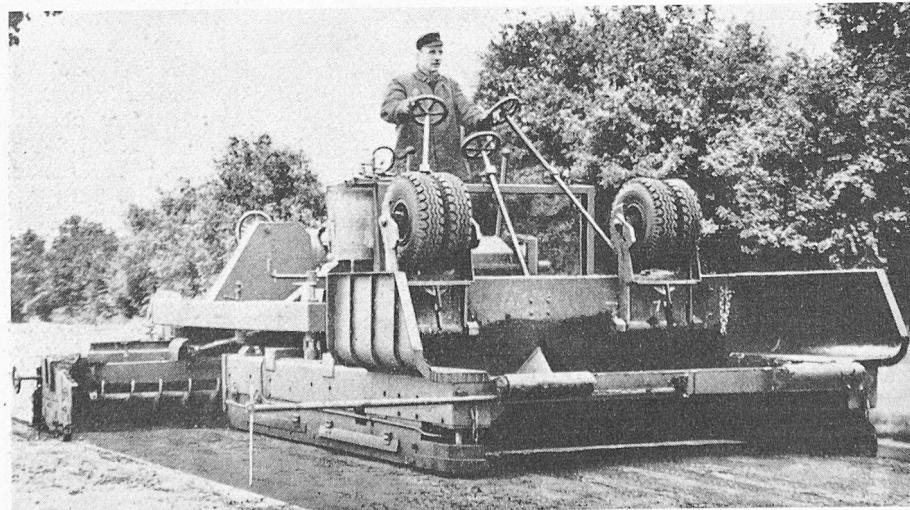

Bild 23. Linnhof-Grossfertiger
*Linnhof*: Grossfertiger (Ed. Linnhof, Maschinenfabrik, Berlin-Tempelhof, DBR) für  $1,0 \div 4,5$  m Verlegebreite, arbeitet auf Raupen, fährt für die Dislokation als Anhänger auf Pneurädern, verarbeitet Schotter und Asphalt (Bild 23).